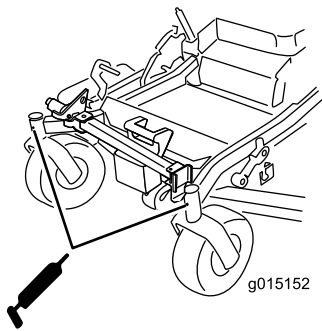

Figura 48
10. Togliete l'ingrassatore Zerk dal foro. Montate il tappo esagonale e lo scodellino parapolvere (Figura 48).